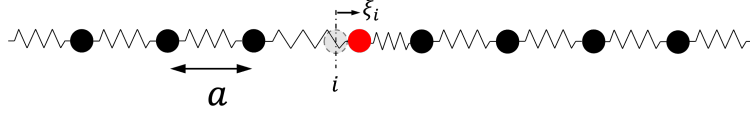

图 10. 纵波的弹簧-质点链模型
1. 纵波 考虑一个一维弹簧-质点链，如图 10所示。第  $i$  个质点的运动根据牛顿第二定律为，